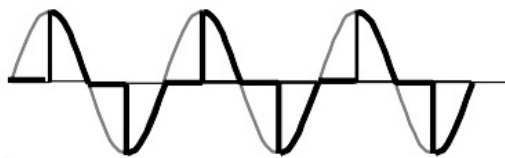

Fig.7
- Régulateur de lumière ou de vitesse (gradateurs à angle de phase - Fig 7)